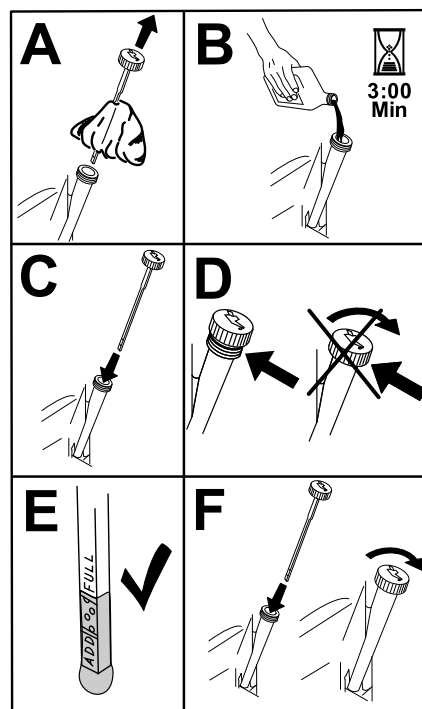

Figura 25
5. Versate lentamente circa l'80% dell'olio specificato nel tubo di riempimento e aggiungete lentamente l'olio aggiuntivo per portare il livello al segno di **pieno** (Figura 25).
3. Riempite la coppa con il tipo corretto dell'olio nuovo (Figura 25).